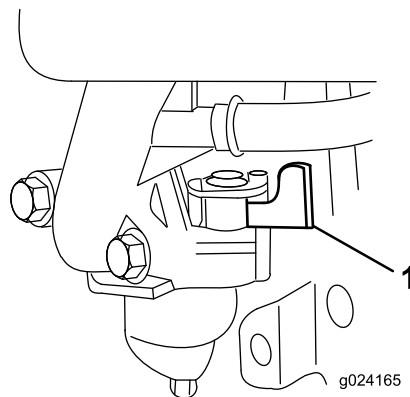

Figura 15
2. Abra la válvula de combustible moviendo la palanca de la válvula de combustible a la derecha (Figura 15).
Nota: Cierre la válvula de combustible moviendo la palanca de la válvula de combustible (Figura 15) a la **izquierda** a menos que vaya a volver a arrancar el motor en breve.